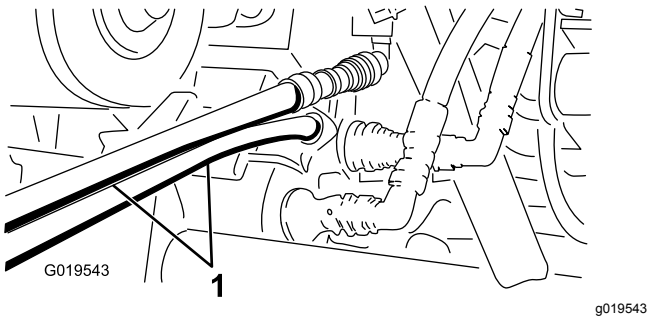

Bild 71
5. Schließen Sie an der anderen Maschine die zwei Schläuche an der Kupplung an, die sich noch in der Kupplungshalterung befindet (schließen Sie den oberen Schlauch an die obere Kupplung und den unteren Schlauch an der unteren Kupplung an) (Bild 71).